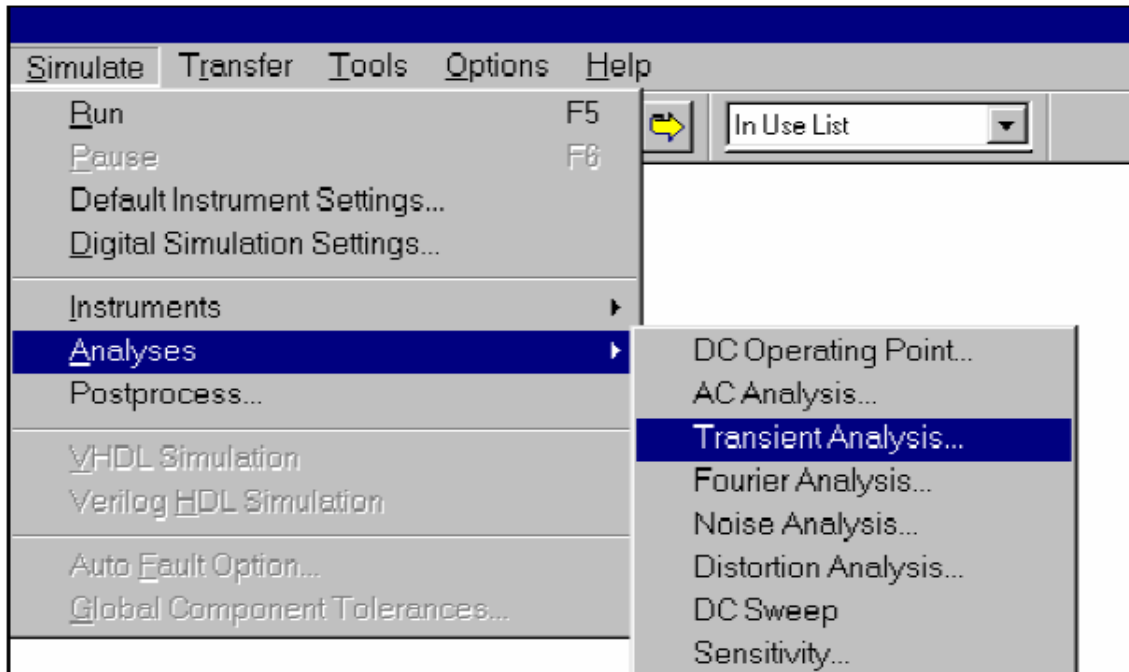

Figura 4.7. Menú de análisis de transitorios
- Seleccionar el menú "Transient Analysis" que está dentro del menú "Simulate", como se muestra en la figura 4.7.